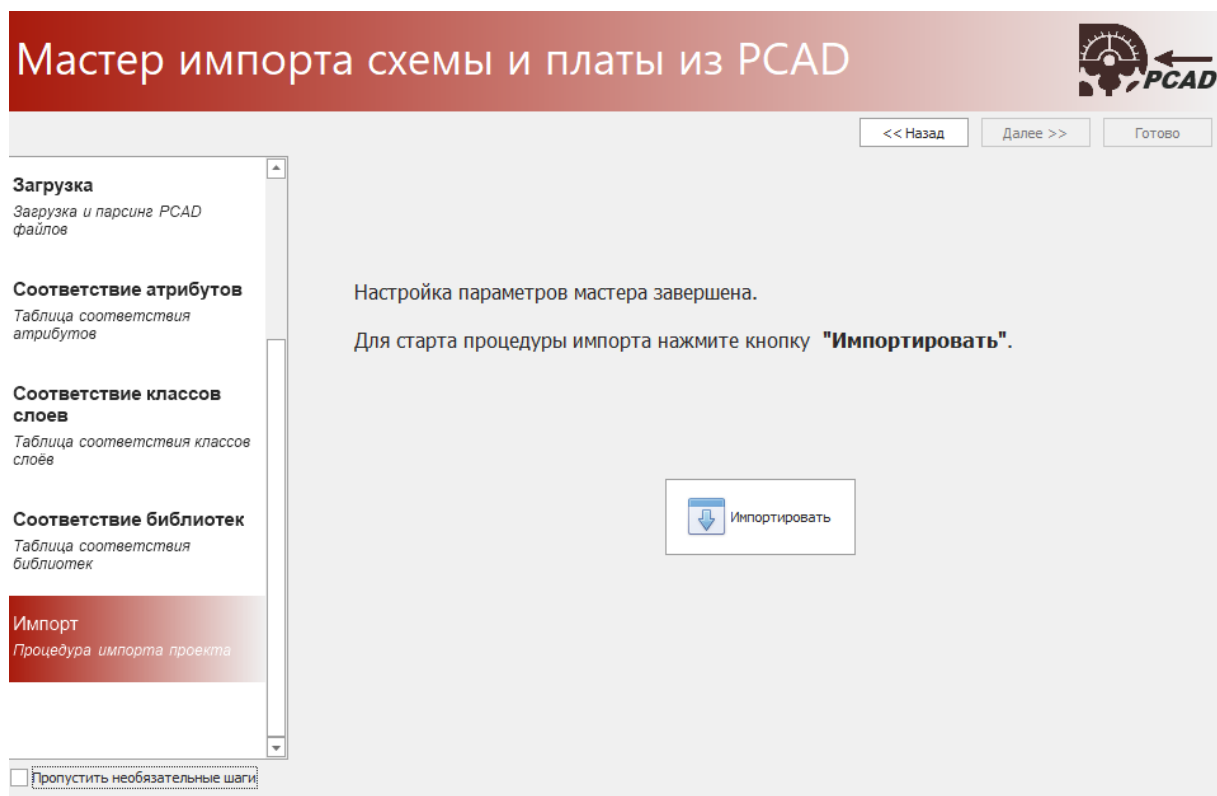

Рис. 27 Запуск процесса импорта проекта P-CAD
10. На шаге «Импорт» нажмите кнопку «Импортировать», Рис. 27.